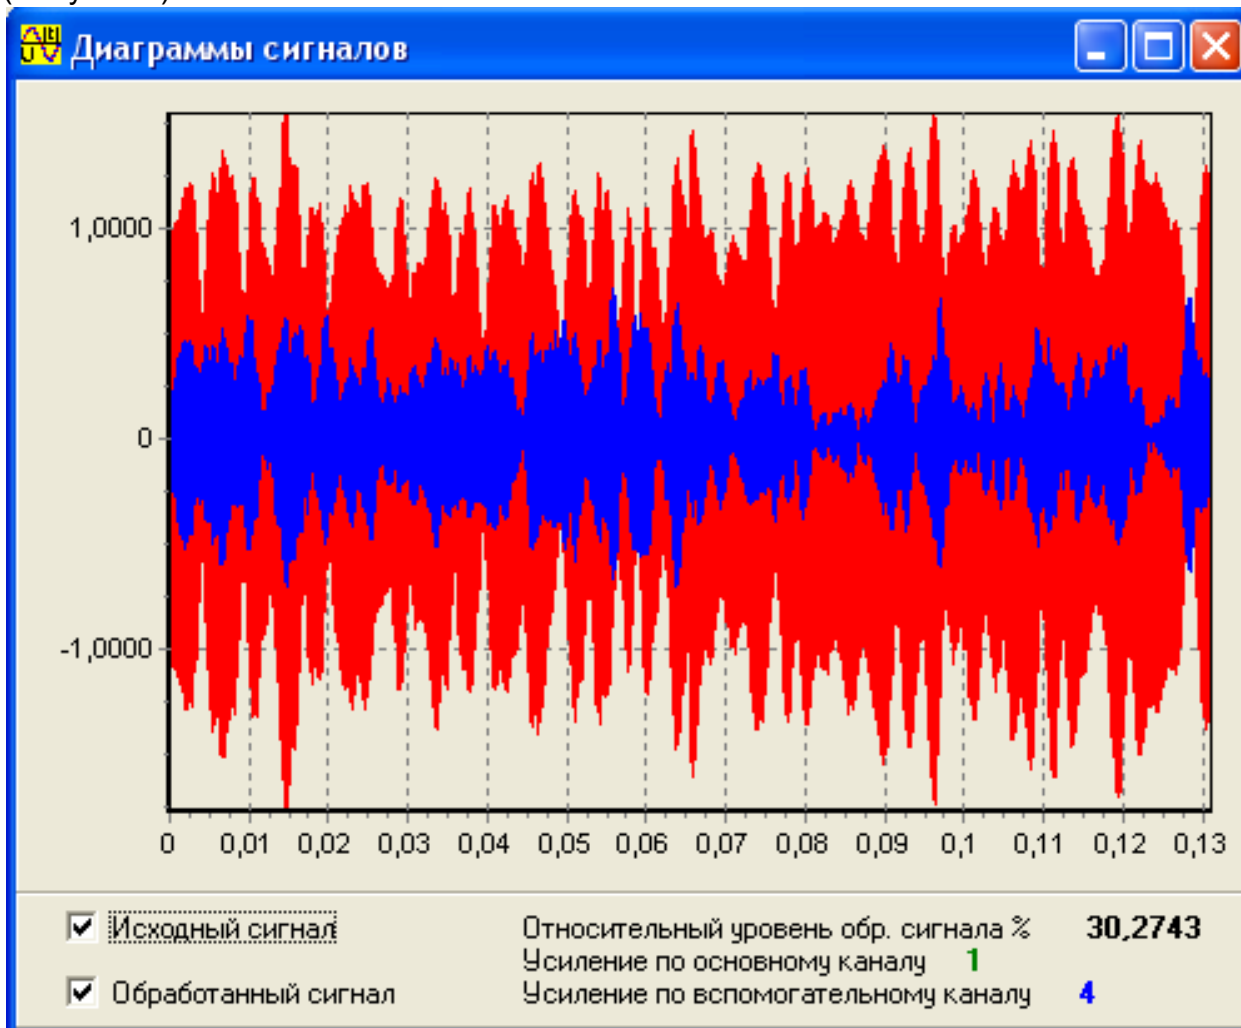

Рисунок 7
4.8 *Измерение уровня заполнения для определения площади поперечного сечения самотечных трубопроводов и коллекторов производится блоком измерения вспомогательным – БИВ (смотри рисунок 7 приложения В).
При выборе этого пункта меню появляется окно «**Диаграммы сигналов**» (Рисунок 7).